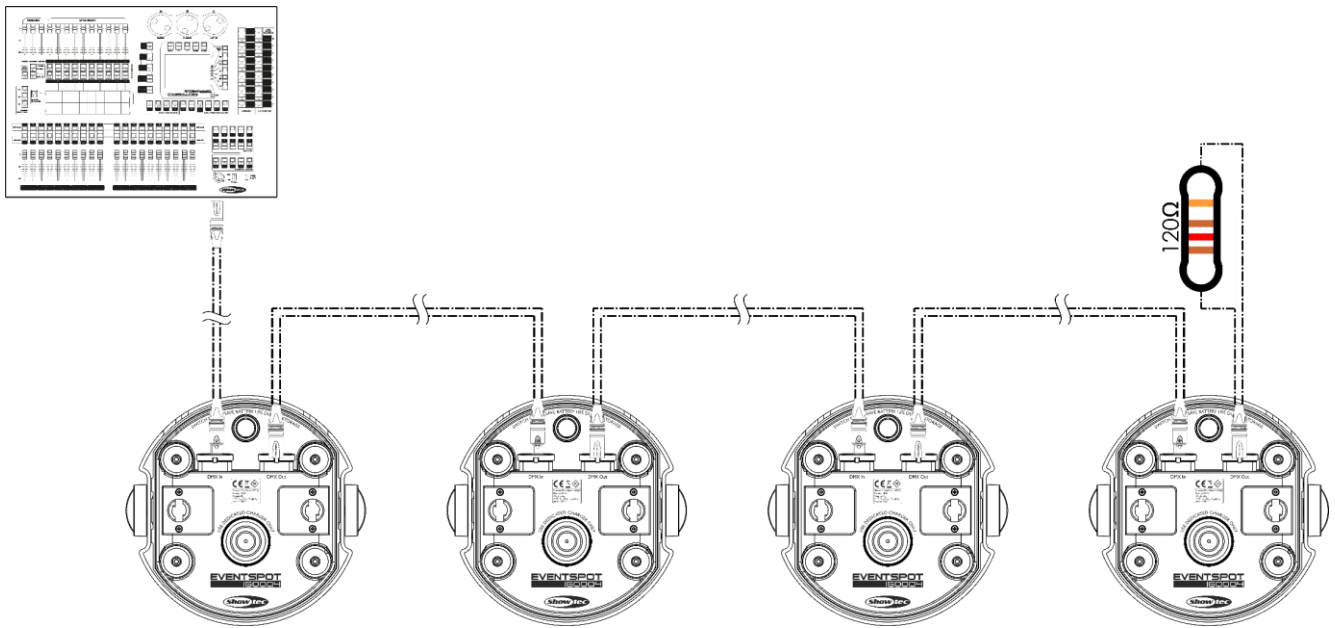

Fig. 06
- 03) Collegare le unità come indicato nella (fig. 06). Collegare un cavo di segnale DMX dall'uscita "out" del primo dispositivo DMX alla presa "in" della seconda unità. Ripetere questo processo fino a collegare la seconda, la terza e la quarta unità.